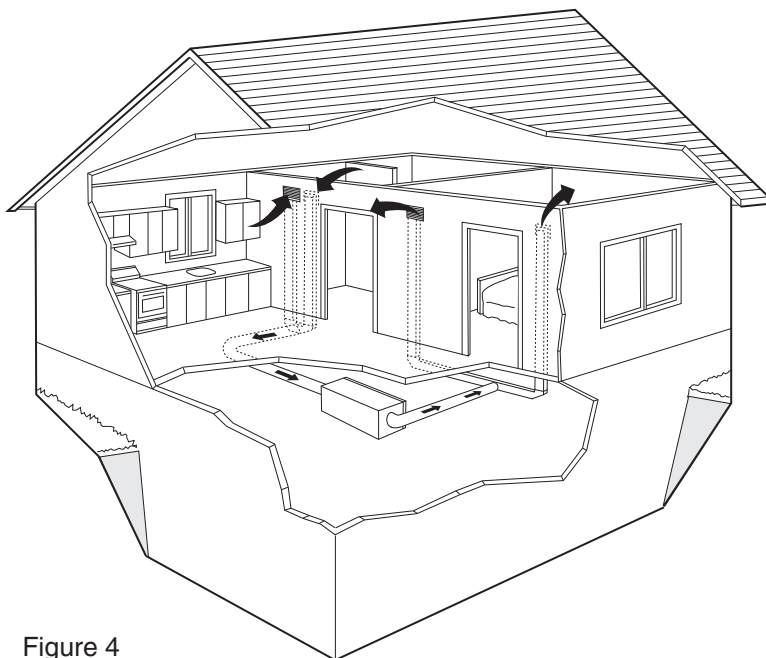

Figure 4
1. Posez les deux (2) colliers de 7 po (fournis) sur le caisson de l'épurateur à PFT avec les huit (8) vis à tête de 8/32 po x 3/8 po qui sont fournies (Fig. 4).
2. Les canalisations comprendront habituellement un conduit de reprise ou retour avec une grille sur un côté de la maison et un conduit de distribution avec une grille à l'extrémité opposée de la maison (Fig. 4).